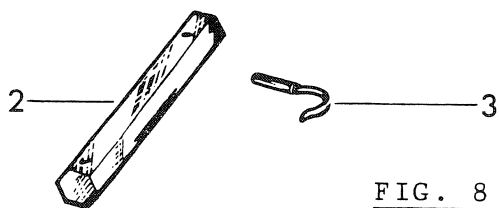

FIG. 8
Pour plus de sécurité, ôter les clips (repère 3 FIG.8) servant à la fixation des arbres -6 pans-.
Une vis de blocage (4) FIG.8 permet de l'immobiliser dans la position choisie.
La pointe du V formée par les chevrons du pneumatique doit toujours être dirigée dans le sens de l'avancement (6) FIG.8.